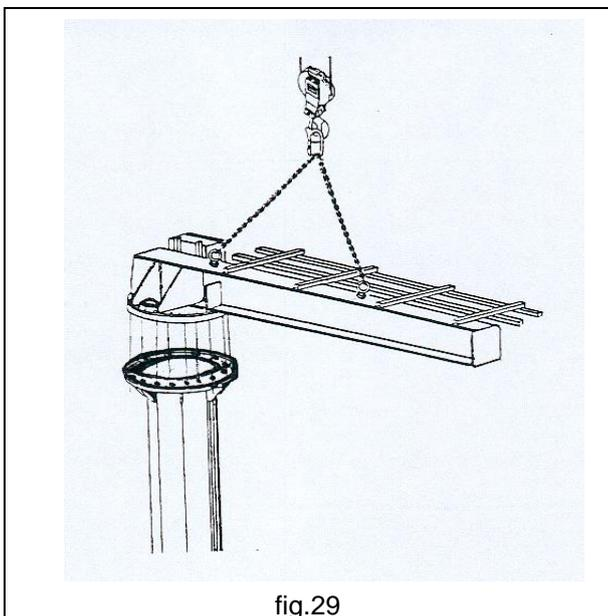

fig.29
4. Poser sur la couronne la bride de couplage se trouvant à l'extrémité de du bras, en faisant correspondre les trous entre la bride et la couronne. (fig.29)